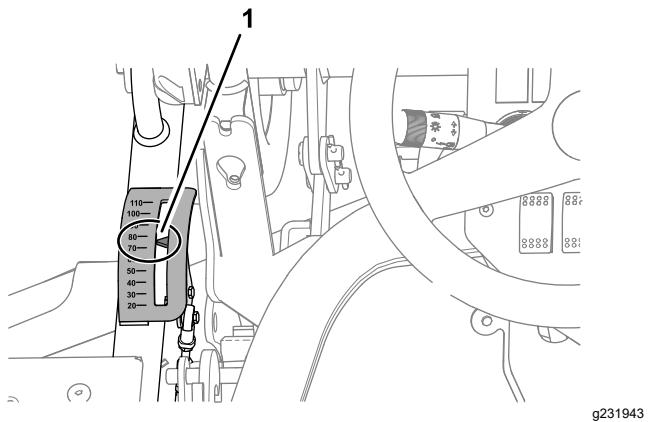
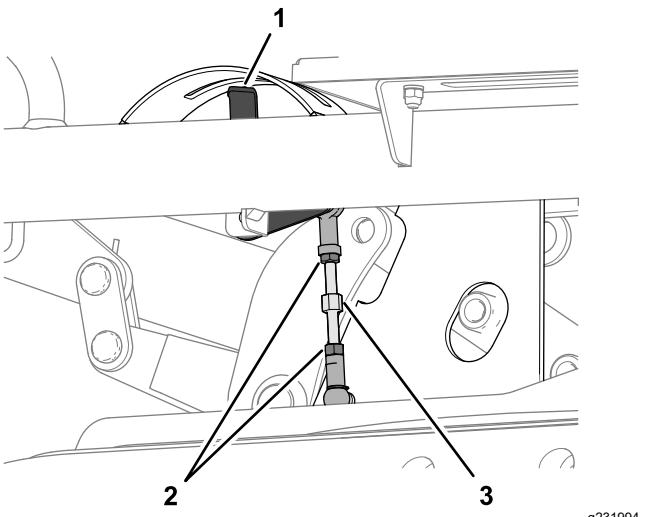

Figura 130
Figura 131
2. Sente-se no banco do operador e observe o ponteiro do indicador da altura de corte (Figura 130).
- A. Desaperte as 2 porcas de bloqueio que prendem a articulação da altura de corte (Figura 131).
- B. Rode a ligação até o ponteiro do indicador da altura de corte ficar alinhado com a marca dos 75 mm quando visto a partir do banco do operador (Figura 130 e Figura 131).
- C. Aperte as 2 porcas de retenção (Figura 131).